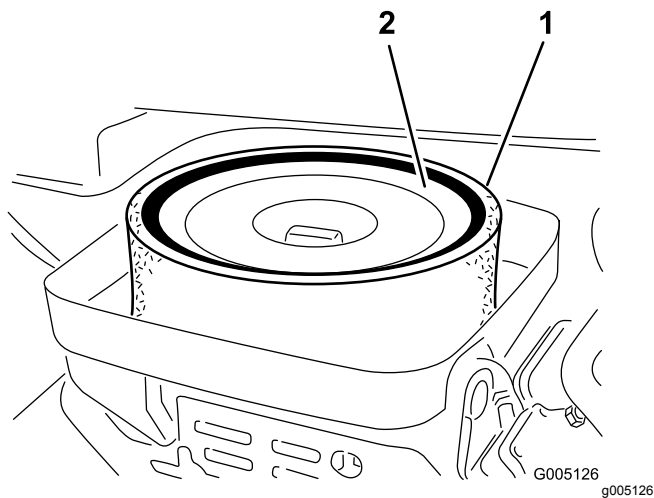

图 29
3. 卸下将滤芯固定到空气滤清器壳体上的蝶形螺帽 图 29。
4. 如果泡沫滤芯变脏请将其从纸质滤芯中取出 图 29。按照以下方式彻底清洁滤芯